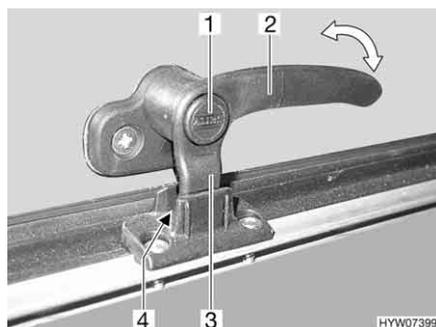
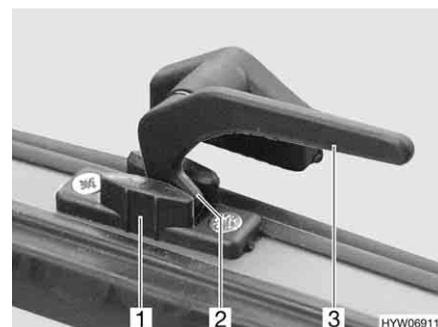

Bild 111 Verriegelungshebel mit Sicherungsknopf in Stellung "Dauerbelüftung"
Bild 112 Verriegelungshebel in Stellung "Dauerbelüftung"
- in Stellung "Dauerbelüftung" (Bild 111 und Bild 112)
- Wenn vorhanden, Sicherungsknopf (Bild 111,1) drücken und gedrückt halten.
- Den Verriegelungshebel (Bild 111,2 oder Bild 112,3) eine viertel Umdrehung zur Fenstermitte hin drehen.
- Den Verriegelungshebel wieder zurückdrehen. Die Verriegelungsnase (Bild 111,3 oder Bild 112,2) am Verriegelungshebel dabei in die Aussparung der Fensterverriegelung (Bild 111,4 oder Bild 112,1) einfahren.
- Wenn vorhanden, Sicherungsknopf (Bild 111,1) loslassen.